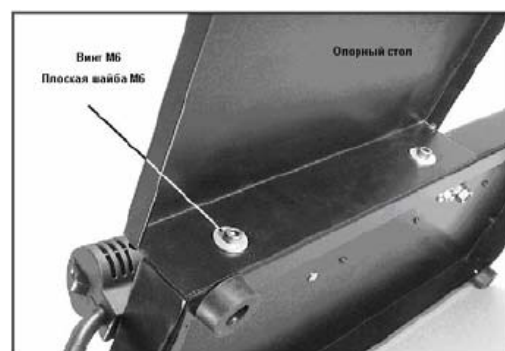

Рисунок 1
1. Наклоните кромкооблицовочный станок и прикрепите опорный стол к двум отверстиям на задней части кромкооблицовочного станка при помощи двух винтов с головкой под ключ размера M6 x 10 и двух плоских шайб M6. Смотрите Рисунок 1. Затяните их 5мм шестигранным ключом.